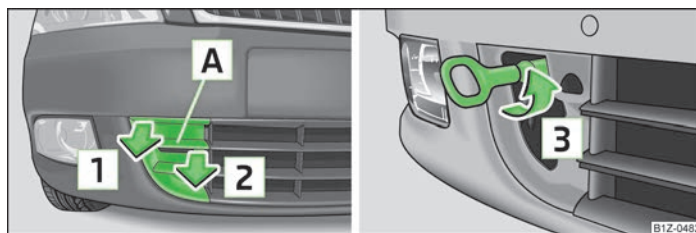

Fig. 155 Bara de protecție față: grilajul de protecție / montarea inelului de remorcă
- Introduceți degetele în orificiul [A] » fig. 155.
- Înșurubați manual cârligul de tractare până la capăt în sensul indicat de săgeata **3** » fig. 155 la pagina 189 și strângeți-l bine. Pentru strângere cârligului, vă recomandăm să folosiți de exemplu cheia de roți, cârligul de ancorare al unui alt autovehicul sau un alt obiect asemănător, pe care să îl puteți introduce prin cârlig.